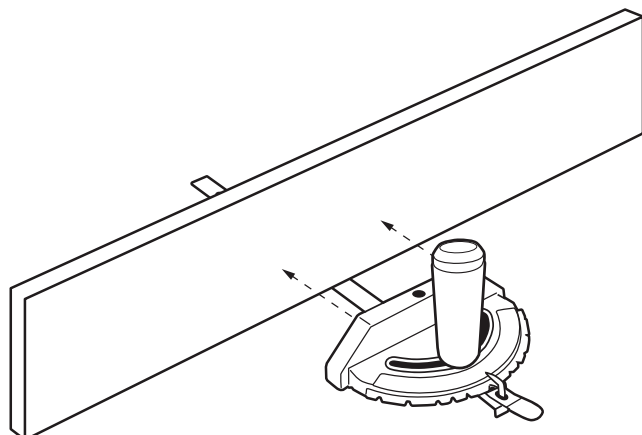

FIGURE 22
Ce parement de bois auxiliaire peut être fixé à l'avant du guide d'onglet en utilisant (2) vis M6 ou de 1/4-20 écrous à tête plate, en plaçant les écrous dans les fentes prévues dans la face du corps du guide d'onglet. Voir figure 22.